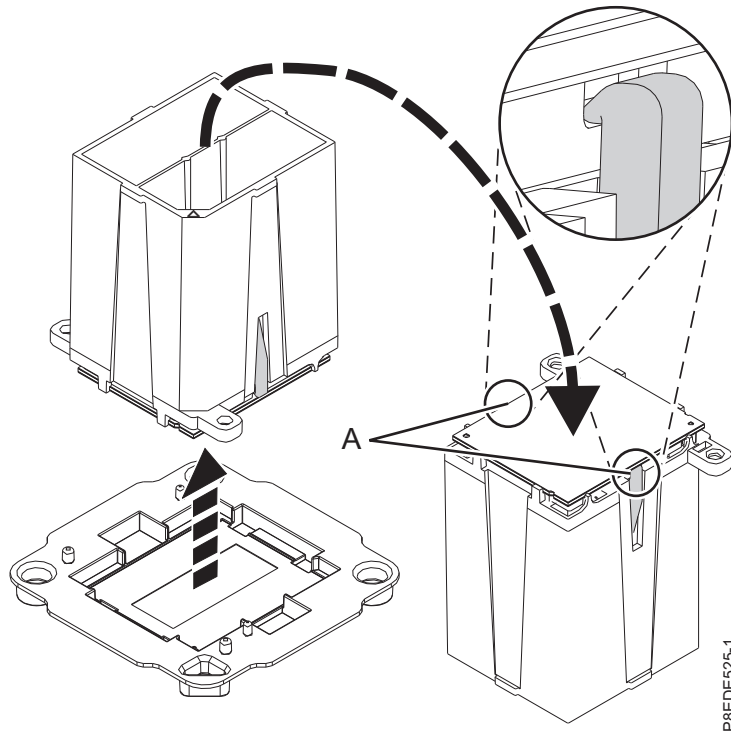

Abbildung 11. Vorbereiten der Installation des Systemprozessormoduls
- b. Stellen Sie sicher, dass beide Backen (A) das Systemprozessormodul zuverlässig sichern, siehe Abb. 11.